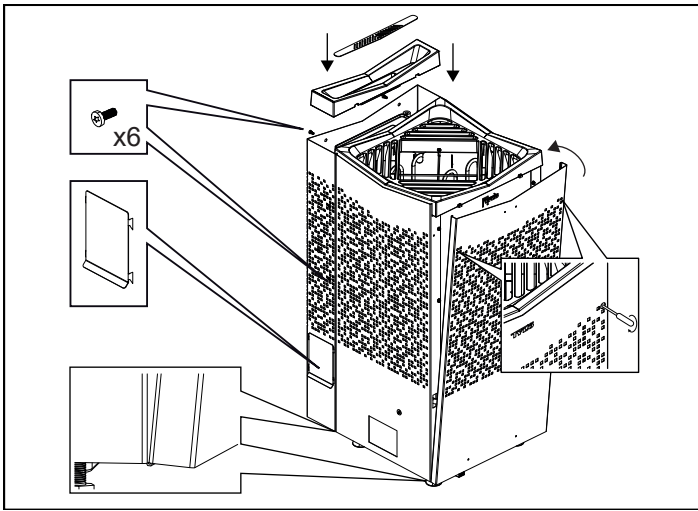

Abb. 15: Montieren Sie die vordere und hintere Abdeckung, die Abdeckung des Wasserbehälters und die Entleerungsklappe.
11. Bringen Sie die vordere und die hintere Abdeckung wieder an und ziehen Sie die Schrauben fest (siehe Abbildung 15).